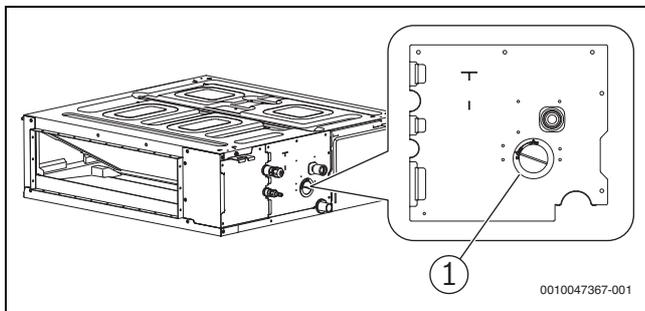

Рис. 26
- ▶ Откройте заглушку (→ рис. 26) на корпусе устройства. Во время проверки слива она должна быть вывернута, чтобы можно было проверить, включен ли сливной насос, и нет ли с ним каких-либо проблем.